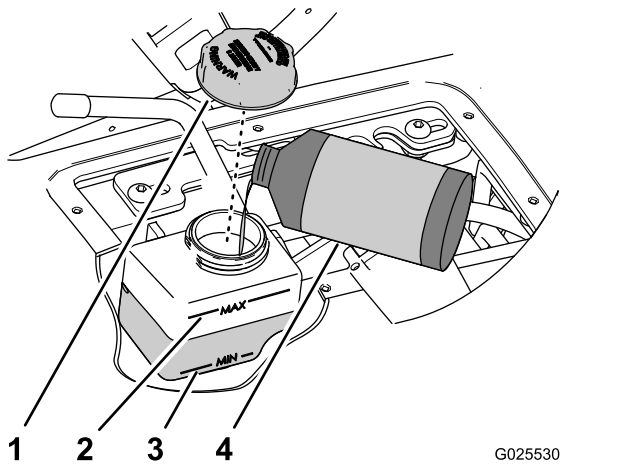

Figura 69
- Compruebe el nivel de fluido del depósito del cilindro de control de la velocidad (Figura 69).
- Limpie la zona alrededor del tapón del depósito (Figura 69).
- Retire el tapón del depósito (Figura 69).
- Añada fluido del tipo especificado hasta que el nivel llegue a un punto intermedio entre las marcas Min y Max del lado del depósito (Figura 69).
- Instale el tapón y apriétalo a mano (Figura 69).